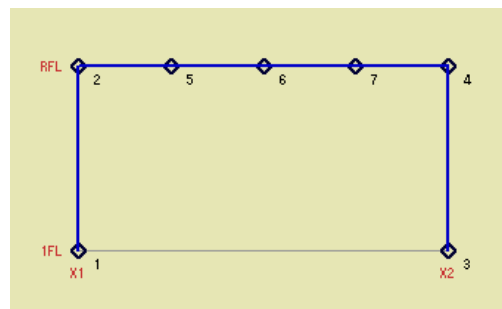
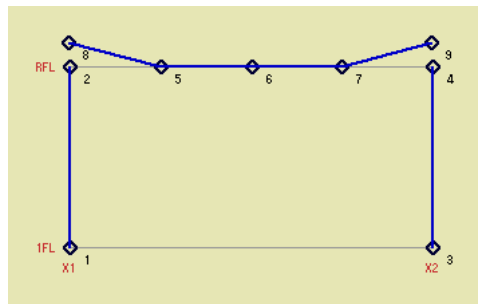

図 2 門型ラーメン
図 5 2 つに分離したモデル
これで、門型ラーメンの解析モデルが設定されたわけであるが、一度、設定した情報をファイルに保存しよう。これだけで静的解析が可能となっていることから、弾性解析を実施する。曲げモーメント分布が図 2 のように得られており、作成したモデルが適切であることが分かる。ここまでに各種のエラーが出るようであればマニュアルを参照して、解析パラメータや静的解析結果出力ファイルを見ることで、それらのエラーを取り除いておこう。
- 5 : 集団による設定に変更した後、梁作成チップを押し、さらに、梁全体をドラックして囲むと該当する部材情報が図 4 に示される。両端情報タブで、図 2 を参照しながら、部材番号 3 の i 端節点番号を 2 から 8 に、部材番号 4 から 9 に変更する。部材情報ダイアログで「OK」ボタンを押すと、図 5 に屋根部と下部構造が分離されて表示される。
- 6 : 節点 2 と 9、節点 4 と 9 の変位を同一とする操作を行う。「他節点と変位同一化設定」チップを押し、節点自由度の表示を図 6 のように設定する。ここでは、3つの回転角は独立としている。図 5 で、まず、節点 8 を押し、続いて 2 を押す。同様に、9 を押し、4 を押す。これで、続いて押した節点の自由度が同一化されたことになる。